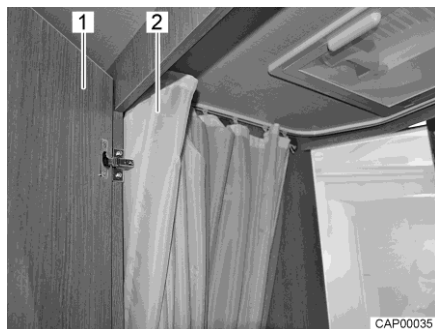

Bild 103 Toalett med dusch
- Stäng dörren när du vill duscha (Bild 103,1) och dra till duschförhänget helt (Bild 103,2), så att alla väggar är skyddade.